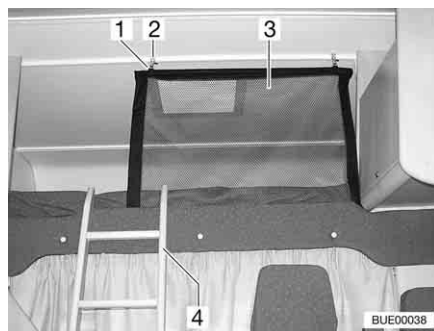
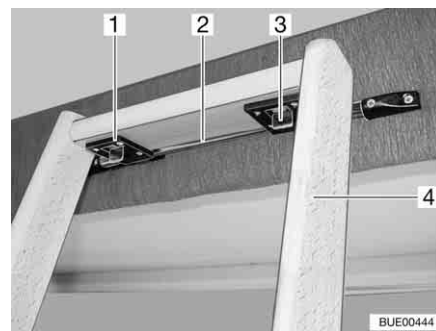

Fig. 109 Lit de capucine
Fig. 110 Echelle de montée, dispositif de verrouillage
Toujours monter sur le lit de capucine avec l'échelle de montée (Fig. 109,4 et Fig. 110,4) de série.
- Accrocher l'échelle avec les deux crochets (Fig. 110,1) à la barre (Fig. 110,2) sur le bandeau du lit de capucine.
- Pousser les deux dispositifs de verrouillage (Fig. 110,3) vers l'avant.
Le filet de sécurité (Fig. 109,3) de série est rangé entre le matelas et le sommier à lattes. Ne tendre le filet de sécurité qu'une fois que les personnes se trouvent dans la capucine.
- Accrocher le support (Fig. 109,1) dans les œillets du plafond (Fig. 109,2).